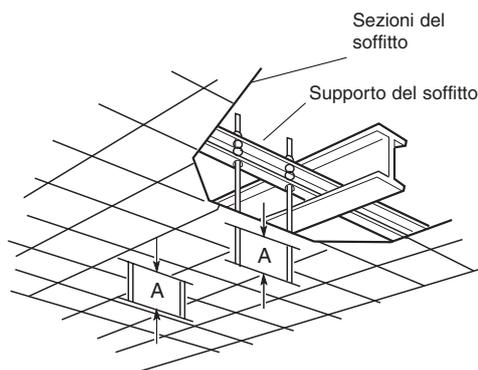

Fig. 3-39
b) Usare la struttura di supporto del soffitto esistente o costruire un supporto adeguato come illustrato nella fig. 3-39.